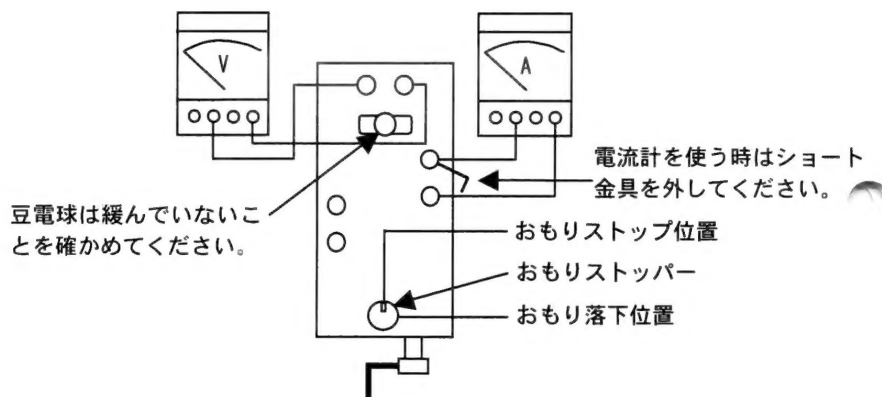

図5：発電実験（メータを接続したとき）
- 1) 発電電圧、電流を計測する場合は図5のようにメータを接続します。ただしメータは接続しなくても点灯できます。そのときは電流計端子をショートします。